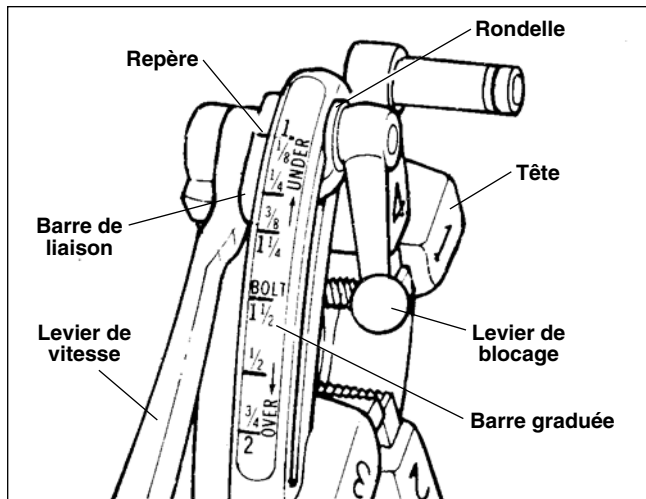

Figure 7 – Tête de filière universelle à ouverture rapide
6. Prenez la poignée d'avancement du coupe-tubes des deux mains (Figure 7).
6. Tête de filière à ouverture rapide N° 811A (*Figure 7*) – Lorsque l'extrémité du tuyau en cours de filetage arrive à fleur de l'extrémité de la filière numéro 1, tournez le levier d'embrayage à la position OPEN (ouverte) pour ramener les filières.
La tête de filière universelle N° 811A (*Figure 7*) pour filetages à droite utilise quatre jeux de filières pour couvrir le filetage des tuyaux allant de  $\frac{1}{8}$  à 2 po de diamètre. Un jeu de filières est nécessaire pour chacune des sections suivantes : ( $\frac{1}{8}$  po), ( $\frac{1}{4}$  à  $\frac{3}{8}$  po), ( $\frac{1}{2}$  à  $\frac{3}{4}$  po) et (1 à 2 po). Le filetage des tiges nécessite un jeu de filières spécial pour chaque section de tige. Il n'est pas prévu de filières à boulons pour les têtes de filière universelles à filetage à gauche.